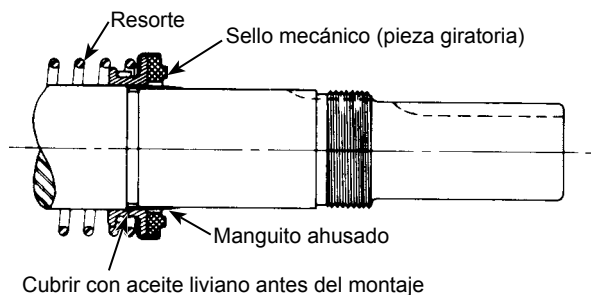

FIGURA 11
4. Coloque el manguito de instalación ahusado en el eje, consulte la **Figura 11**. El manguito se proporciona con los sellos mecánicos de repuesto tamaños GG, AS, AK y AL. Recubra el eje del rotor, el manguito de instalación ahusado y el diámetro interior de la pieza giratoria del sello mecánico con una cantidad generosa de aceite de peso SAE 30 sin detergente. Se puede usar petrolato, pero no se recomienda usar grasa.